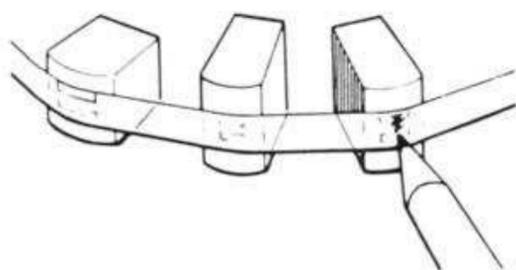

Figure 1
- En enlevant les protège-têtes (tirez les perpendiculairement), vous pouvez marquer l'endroit précis de la bande, à l'aide d'un crayon feutre, juste en face de la tête de reproduction, voir fig. 1.